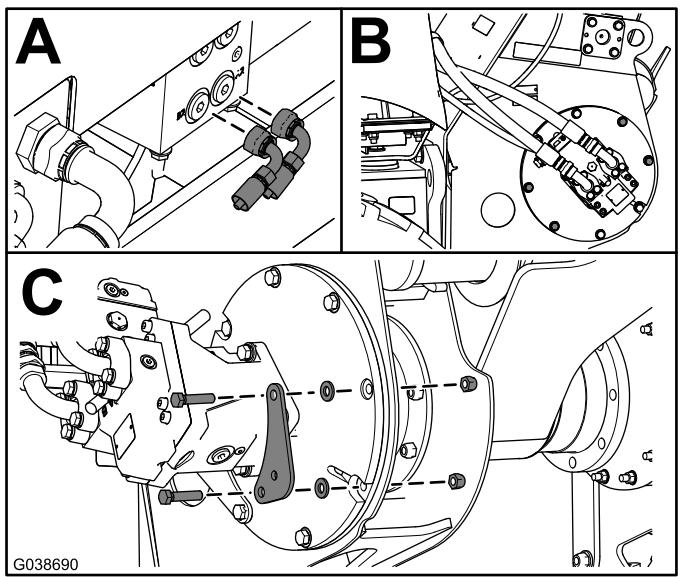

図 3
1. アダプタフィッティング2個を機体に取り付ける図3。
2. ボルト4本とワッシャ、ナットを取り外す図3。
3. ホース取り付けクランプを取り付けるボルト1/2- x 2 -1/4 インチ4本、ワッシャ4枚と先ほど取り外したナットを使用し図3のように取り付ける。